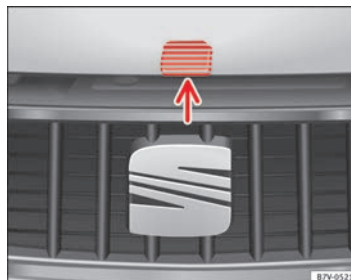

Abb. 169 Entriegelungshebel zum Öffnen der Motorraumklappe im Kühlergrill.
- Motorraumklappe am Entriegelungshebel anheben ⇒ Abb. 169 (Pfeil) und ganz öffnen. Die Motorraumklappe wird durch die Gasdruckfeder gehalten.